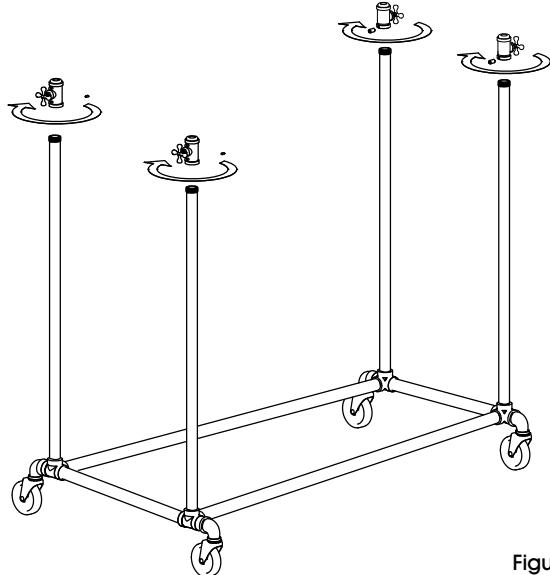

Figure 3
- Vissez un raccord réglable sur le bout de chaque montant inférieur. Les raccords réglables doivent être orientés vers l'extérieur. (Voir Figure 3)